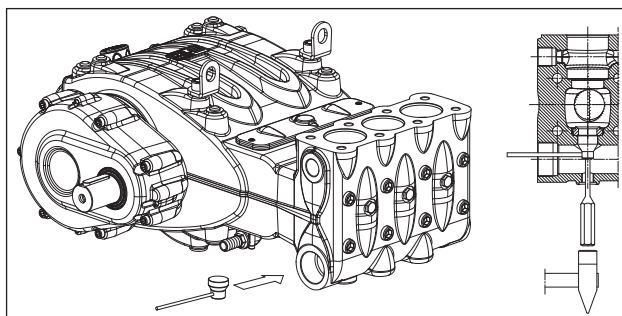

Рис. 104
Если блок всасывающего клапана вынимается с трудом (например, из-за накали, вызванной длительным простоем насоса), используйте съемник арт. 27516200 (поз. ①, Рис. 104) и действуйте согласно указаниям.